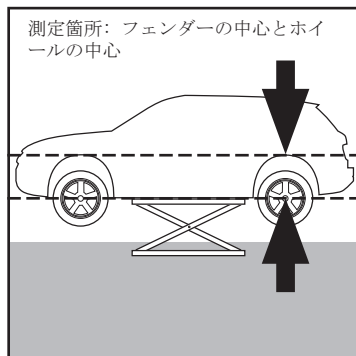

図 2、伸びた状態の車
- 4 これで自動車のスプリングが伸び、ホイールが床と接触していない状態になりました（図2）。再度ホイールの中心とフェンダーの中心の間隔を測ってください。
伸びた状態の間隔 (図 2)	49,0 cm